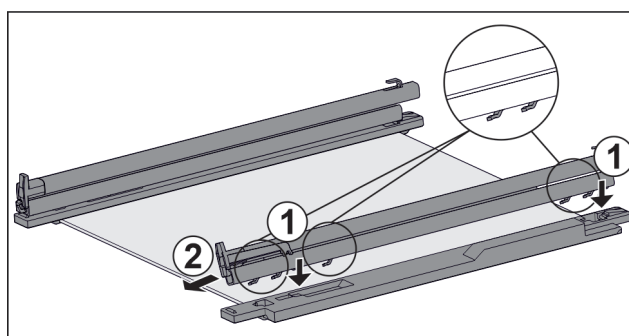

Fig. 61 Tablette en verre avec rails et pièces de retenue
- ▶ Placer les crochets du rail sur les ouvertures de la pièce de retenue de **gauche**. Fig. 61 (1)
- ▶ Tirer le rail vers l'avant. Fig. 61 (2)
- ▶ Placer les crochets du rail sur les ouvertures de la pièce de retenue de **droite**. Fig. 61 (1)